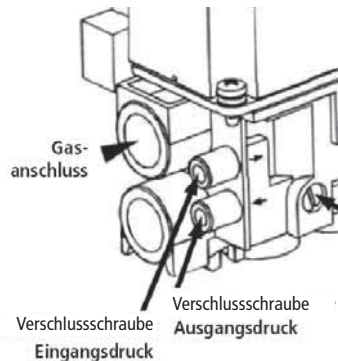

Abb. 2.14 Gasregler, Anschluss an die Gasversorgung
- b) Scheitholzimitat in vorgesehener Reihenfolge und Anordnung auf das Brennergranulat auf der Flächenbrenner (E, siehe Abb. 2.10) legen (siehe Abb. 2.14).